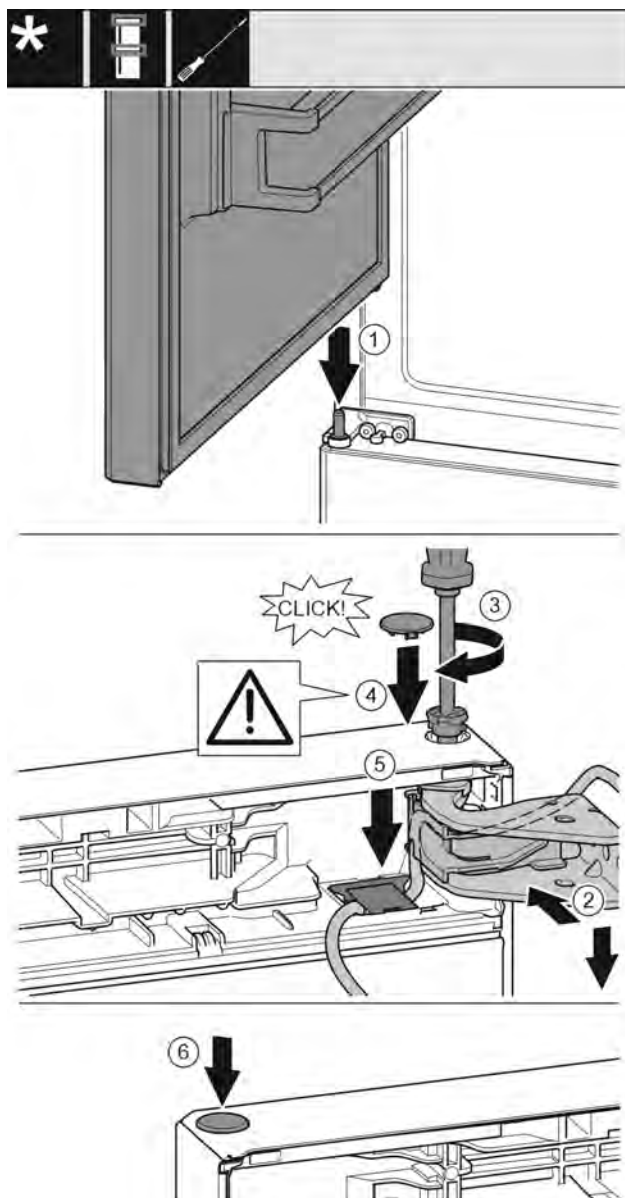

Fig. 30
- ▶ Установите верхнюю дверь на средний опорный палец Fig. 30 (1)
- ▶ Выровняйте дверь сверху по отверстию в опорном кронштейне Fig. 30 (2)
- ▶ Вставьте палец и затяните отверткой T15 Fig. 30 (3)
- ▶ Установите предохранительную крышку для защиты двери: Вставьте предохранительную крышку и проверьте, прилегает ли она к двери. В ином случае вставьте палец полностью Fig. 30 (4)
- ▶ Установите крышку и нажмите вниз до момента фиксации Fig. 30 (5)
- ▶ Вставьте заглушку Fig. 30 (6)